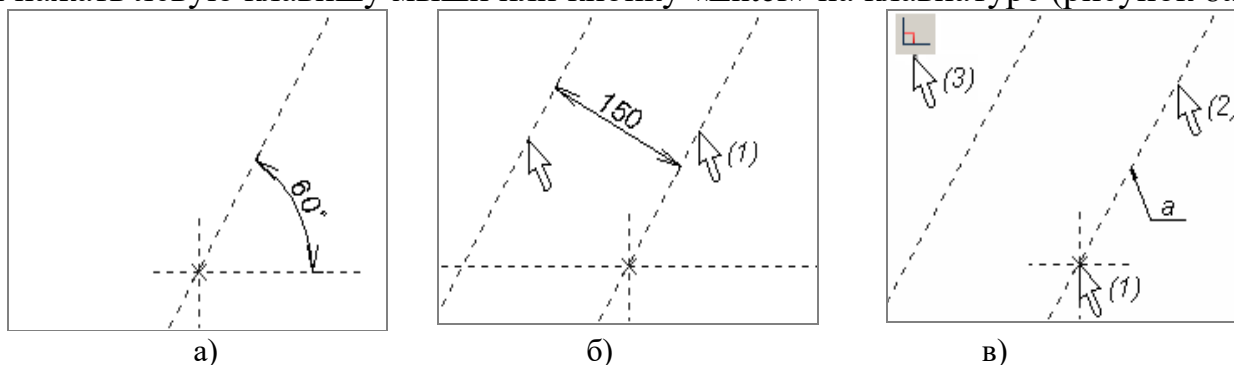

Рисунок 8 – Порядок создания наклонной, параллельной и перпендикулярной прямых
2.2.1 Выполните подготовительный этап. Порядок построения: вызвать команду «». При помощи опции «» построить базовые прямые в нижней части экрана. Вызвать команду «» «Изменить построения». При помощи опции «» убрать выступание построенных прямых. Вызвать команду «». Построить прямую, проходящую под углом 60° к горизонтальной оси. Порядок построения аналогичен построению наклонной прямой, проходящей через узел чертежа (пункт 2.1.5). При этом после выбора узла необходимо указать левой клавишей мыши линию построения относительно, которой будет задаваться угол наклона, а в окне свойств линии построения задать числовое значение угла, и нажать левую клавишу мыши или кнопку «Enter» на клавиатуре (рисунок 8а).
2.2.2 Постройте прямую, параллельную наклонной прямой. Порядок построения: указать курсором на наклонную прямую (1) (рисунок 8б), затем в окне свойств элемента построения задать числовое значение 150 мм и нажать левую клавишу мыши или кнопку «Enter» на клавиатуре.
2.2.3 Постройте прямую, перпендикулярную прямой «а» (рисунок 8в). Порядок построения: указать курсором на узел, через который должна